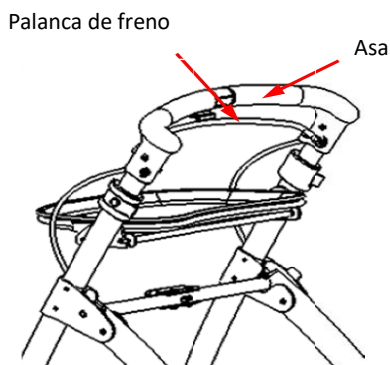
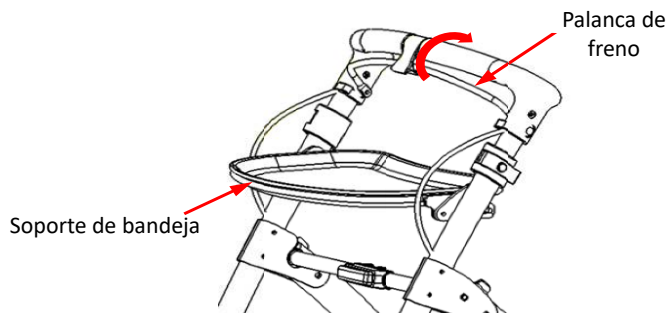

Figura 5
Figura 6
1. Agarre las dos empuñaduras y la barra de freno y sujete la barra de freno. Como se muestra en la figura 5, fije la barra de freno. Como se muestra en la figura 6, cuando oiga el sonido "clic", los frenos estarán bloqueados.